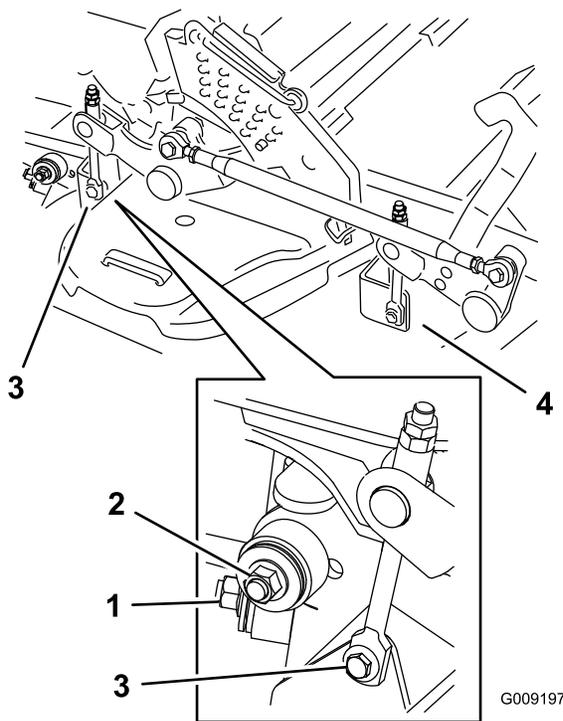

Figura 97
7. Retire y guarde los herrajes de ambos lados de la plataforma, según se muestra en Figura 97.